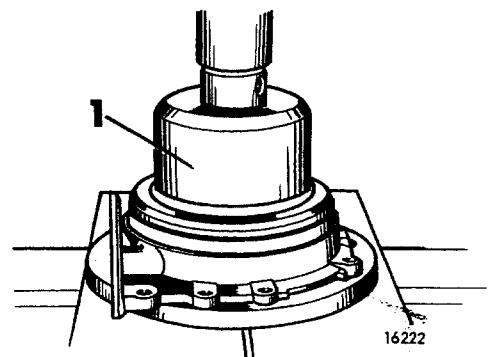

Fig 01-29. Montering av tätningsskruv, gummifläns
2. Pressa i tätningsskruven, se fig 01-29. OBS! Kontrollera först vevaxelns slityta. Ringen kan monteras i tre lägen. Med ny vevaxel eller med slitytan utan anmärkning monteras tätningsskruven i sitt yttre läge (helt inskruvad centrumskruv). Med slitmärke på vevaxeln monteras ringen med två varv utskruvad respektive helt utskruvad centrumskruv.